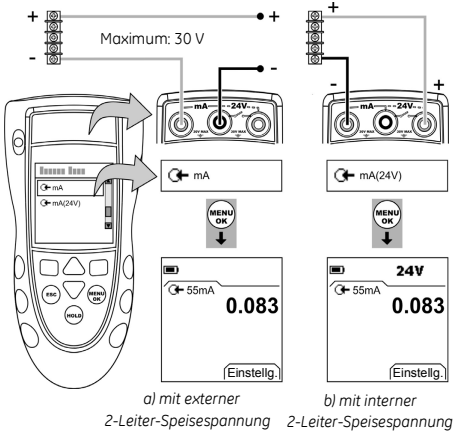

Abbildung 5: Beispielkonfiguration: Strommessung
1. Schließen Sie das Gerät an (Abbildung 5) und ändern Sie ggf. die Option *Konfig.* (Tabelle 1).